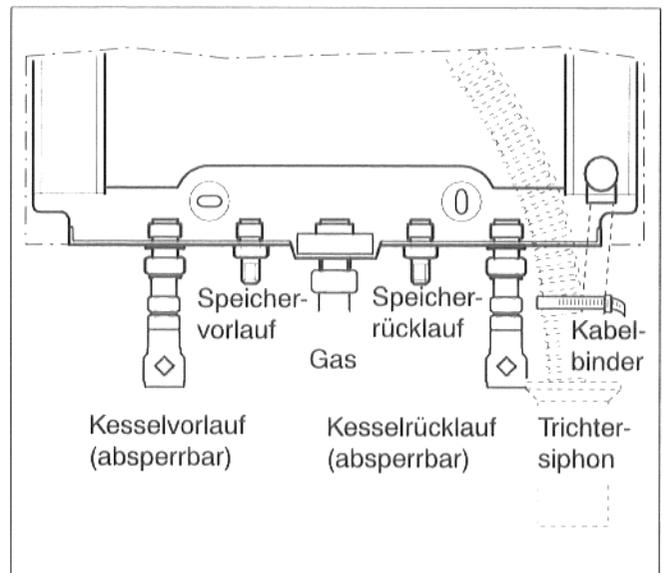

Abb. 3 Rohranschlüsse
3.2 Rohranschlüsse (Abb. 3)
- Rohre spannungsfrei an die Anschlüsse des Montage Rahmens bzw. der Anschlußgruppe anschließen (Abb. 3).
- Rohre spannungsfrei anschließen (Abb. 3).
Zur Ableitung des Kondenswassers und um bei Anspringen des Sicherheitsventils des Gas-Brennwertkessels das eventuell anfallende Wasser abzuleiten, ist nach Montage des Gas-Brennwertkessels ein Trichtersiphon zu installieren. Die Ablaufleitung für Kondenswasser und für das Sicherheitsventil mit einem Kabelbinder verbinden (Abb. 3).